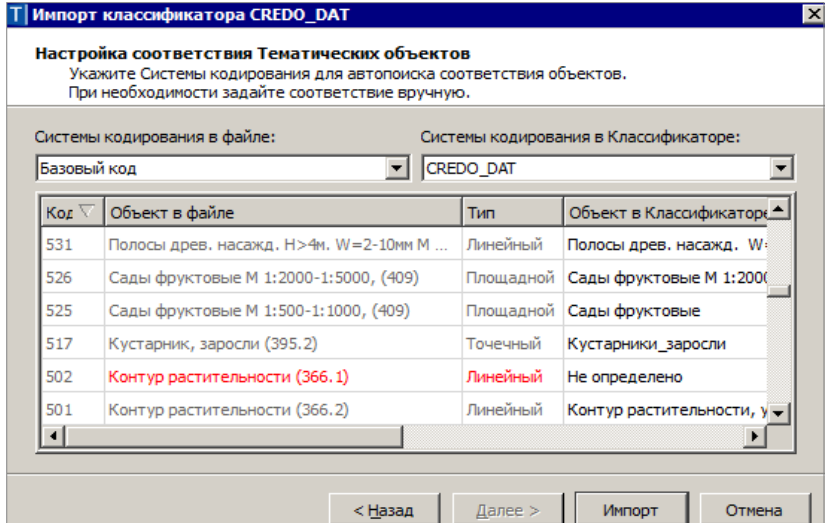

Рис. 2.8
- На второй странице импорта нужно указать системы кодирования для автопоиска соответствия объектов (рис. 2.8).
- Объекты, для которых не определено соответствие, выделяются красным цветом (рис. 2.8) – они будут добавлены в библиотеку РР автоматически. Можно настроить соответствие и вручную, выбирая
–После нажатия кнопки **Импорт** (рис. 2.8) выполняется импорт и открывается протокол с результатами импорта. По кнопке **Готово** диалог закрывается.